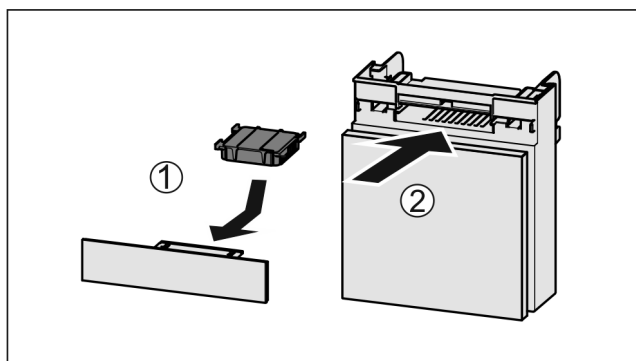

Fig. 99
- ▶ Inserire il vano Fig. 99 (2).